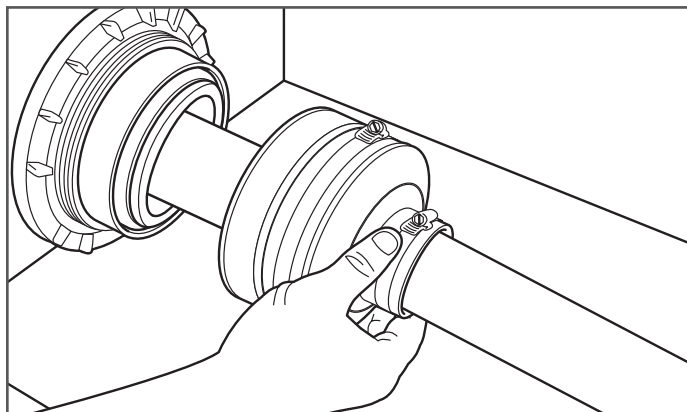
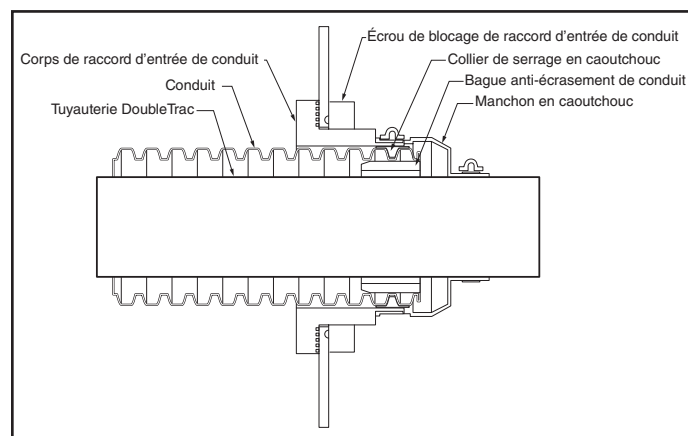

Figure 23-11
Figure 23-14
9. Assurez-vous que le collier de serrage en caoutchouc est aligné sous la bride de serrage du manchon en caoutchouc conformément à la vue transversale du conduit assemblé (Figure 23-14). Glissez le manchon en caoutchouc sur la tuyauterie DoubleTrac® et assurez-vous qu'il touche au bord en caoutchouc du raccord d'entrée (Figure 23-11).
Assemblez le conduit d'entrée conformément à la vue en coupe transversale du conduit (Figure 23-14) :